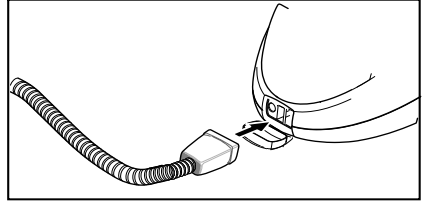

Abbildung 2
- ➔ Dampfstecker (C6) fest in die Gerätesteckdose (A1) stecken. Dabei müssen die Arretierungen des Dampfsteckers am Deckel der Gerätesteckdose einrasten (siehe Abbildung 2).